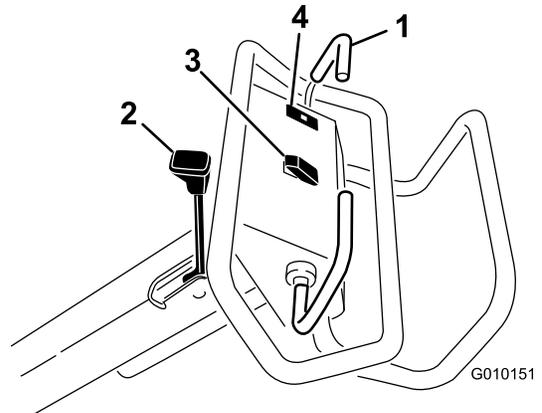

Figure 11
Pour avancer, poussez la barre de commande de déplacement en avant. Pour reculer, tirez la barre de commande de déplacement en arrière (Figure 11).
- Pour serrer le frein de stationnement, rapprochez le levier de la poignée du timon (Figure 11).
Le témoin de pression d'huile (Figure 11) s'allume quand la pression de l'huile moteur descend au-dessous du niveau admissible. Si cela se produit, coupez le moteur et recherchez la cause de la baisse de pression. Effectuez les réparations nécessaires avant de remettre le moteur en marche.
**Levage** – Appuyez sur le haut du commutateur (Figure 11) pour lever la tête d'aération et la désengager. Le moteur doit tourner pour produire la pression de levage. Si la tête d'aération est en dessous de la hauteur de transport ; voir Réinitialisation du circuit de commande du système (page 25).
**Abaissement/engagement** - Appuyez sur le bas de la commande (Figure 11) pour abaisser et engager la tête d'aération. La barre de commande de déplacement doit être en position marche avant pour activer le commutateur.